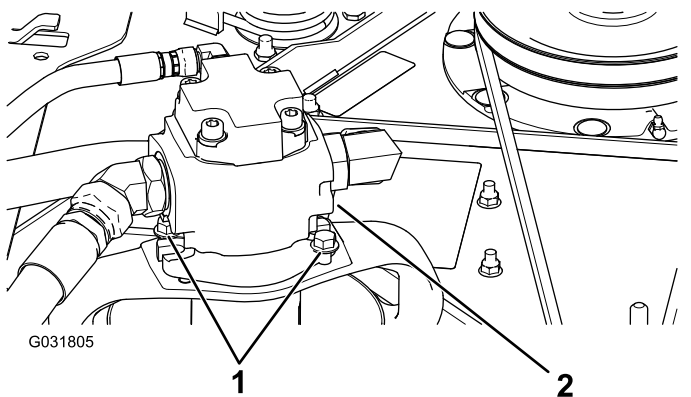

Figure 125
5. Enlevez les boulons qui fixent le moteur hydraulique à l'unité de coupe (Figure 125).
3. Enlevez les boulons qui fixent le moteur hydraulique à l'unité de coupe (Figure 125).